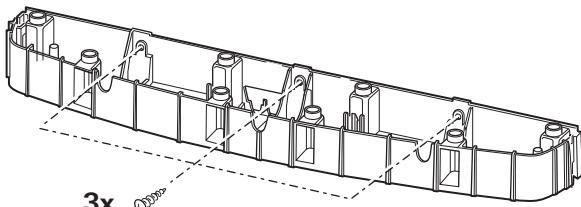

Abb. 17
- **S 3004:** Träger am Einbaurahmen mit 3 Schrauben 3,5 x 16 mm befestigen (Abb. 17).